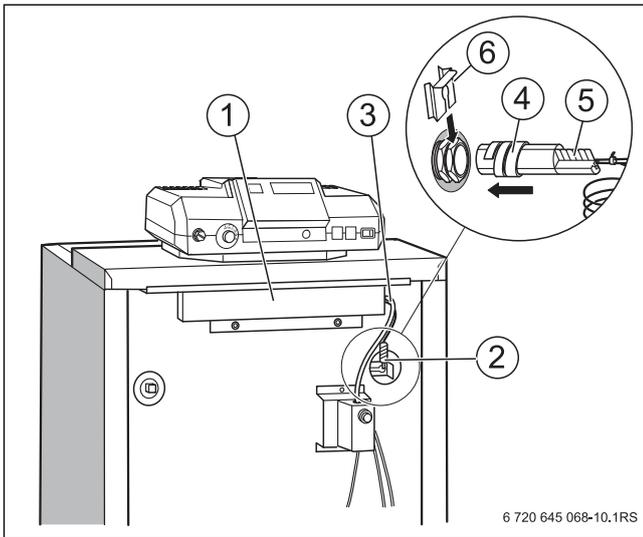

Рис. 18 Установка комплекта датчика температуры
- ▶ Снимите крышку с кабельной ниши (→ рис. 18, [1]).